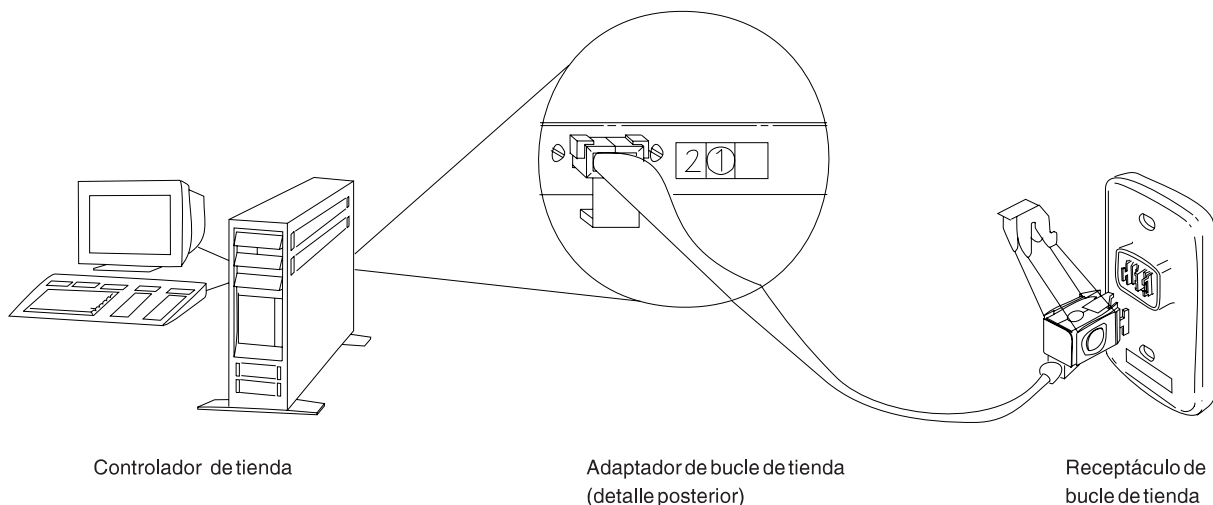

Figura 27. Adaptador de bucle de tienda del controlador de tienda y receptáculo de bucle de tienda
- Desconecte del bucle de tienda el controlador de tienda de reserva desenchufando el cable de bucle de tienda del receptáculo de bucle de tienda. Consulte la Figura 27 en la página 490.